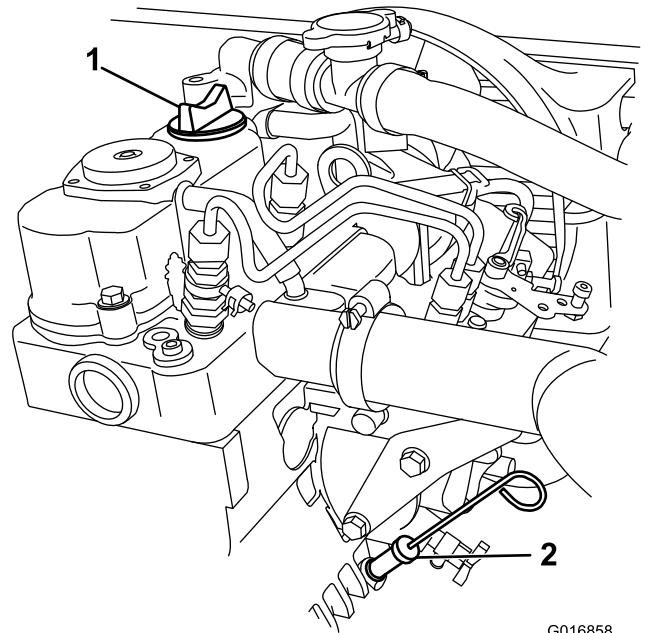

Figura 38
8. Limpie alrededor de la varilla de aceite y el tapón de llenado, y retire la varilla de aceite (Figura 38).